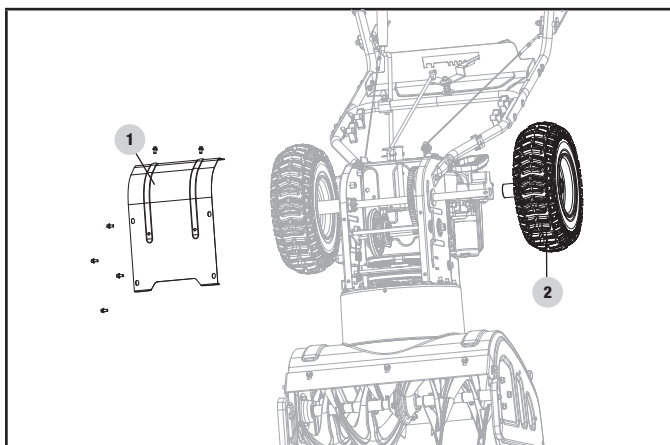

Figure 33A
2. Enlevez le couvercle de la base du châssis (1) du dessous de la souffleuse à neige en enlevant les 6 vis M6 × 16 qui le retiennent. (figure 33A/B)